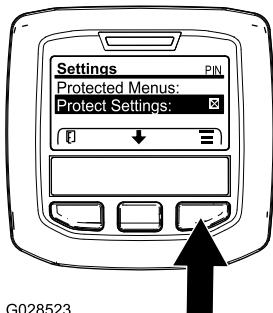

Figura 15
- Dal MENU PRINCIPALE, premete il pulsante centrale per scorrere fino al MENU IMPOSTAZIONI, poi premete il pulsante destro (Figura 15).